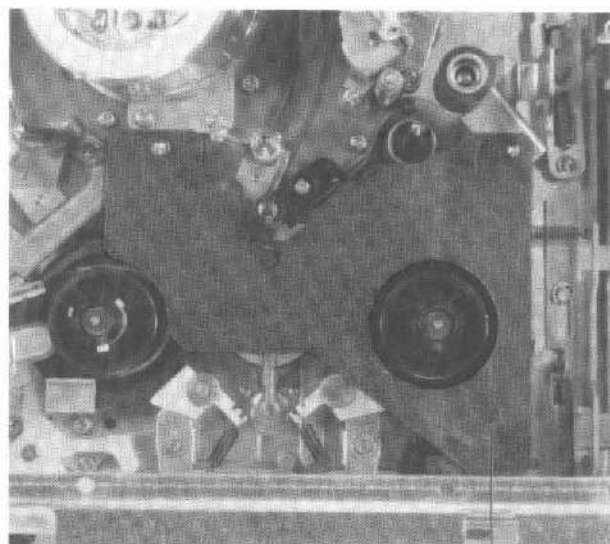

Fig. 3
### MISE EN PLACE DU CALIBRE Fig. 3
- Placer le calibre (1) comme indiqué à la fig. 3 page V/11.
- A l'aide du calibre (2) contrôler la hauteur des porte-bobines.
- Placer le calibre (1) comme indiqué à la figure 3 page V/11.
- Amener manuellement le galet presseur (2) à la limite du contact avec le cabestan (1)
- Contrôler à l'aide du calibre (2) le parallélisme du bras de tension de bande/tête repérage séquences (3)